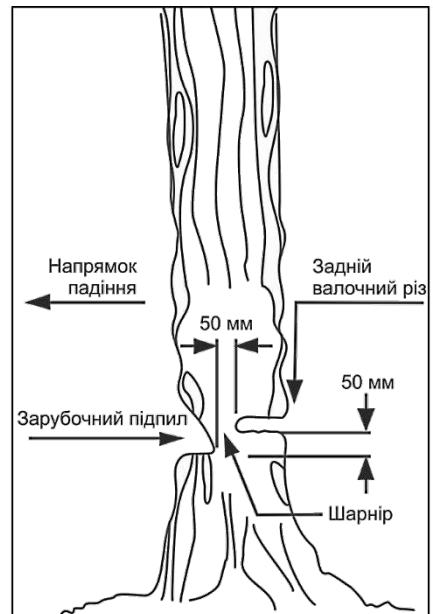

Рисунок 6
4.7.2 Зарубочний підпил (рисунок 6)
4.7.3 Задній валочний різ (рисунок 6)